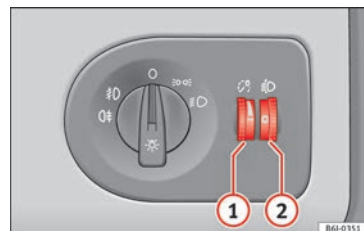

Fig. 90 Plancia portastrumenti: regolatori dell'intensità di illuminazione degli strumenti e degli interruttori e correttore assetto fari.
Quando le luci sono accese è possibile regolare l'intensità di illuminazione degli strumenti e degli interruttori servendosi della rotella zigrinata » **fig. 90 ①**.